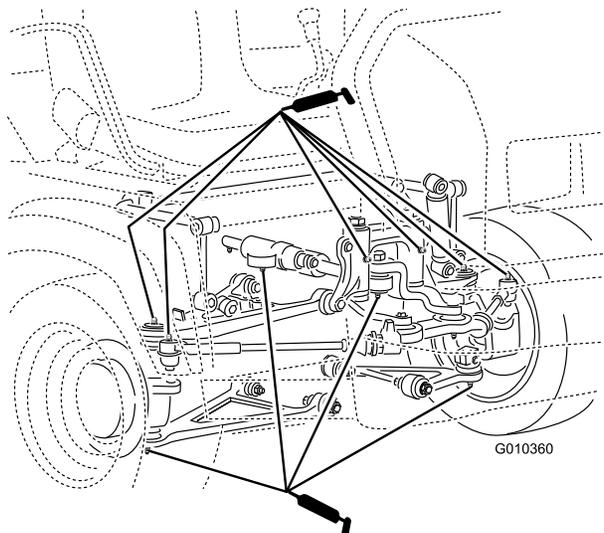

Рисунок 39
- Шаровые опоры (4 шт.), тяги (2 шт.), шарнирные крепления (2 шт.) и гидроцилиндр рулевого управления (2 шт.), как показано на Рисунок 39.